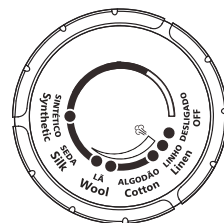

Figura 3
Passar a vapor é possível apenas em temperatura altas (seda, lã, algodão, linho), conforme indicado no botão de controle da temperatura (Figura 3).
5. Espere até que a luz indicadora apague depois que a mesma acender. (Figura 3)